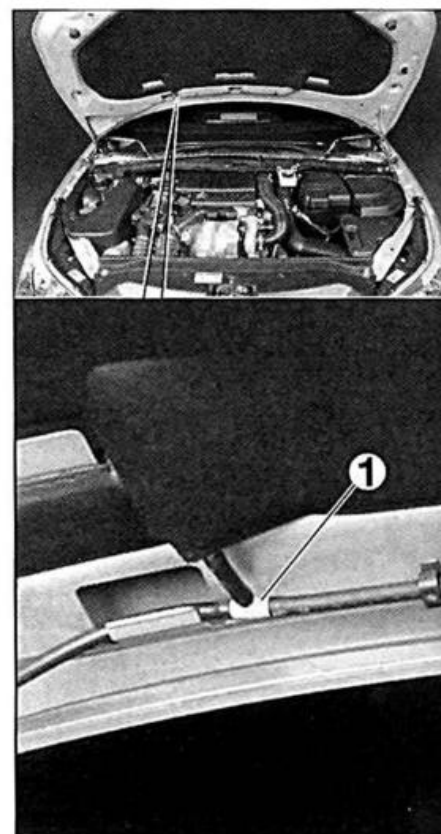

FIG. 19
- Desconectar el tubo de llegada de líquido del lavaparabrisas delantero (1) (fig. 19).